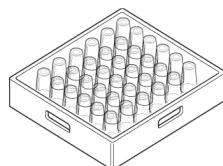

Fig.35
- Le tazze e i bicchieri devono essere rivolti verso il basso. (Fig.35)